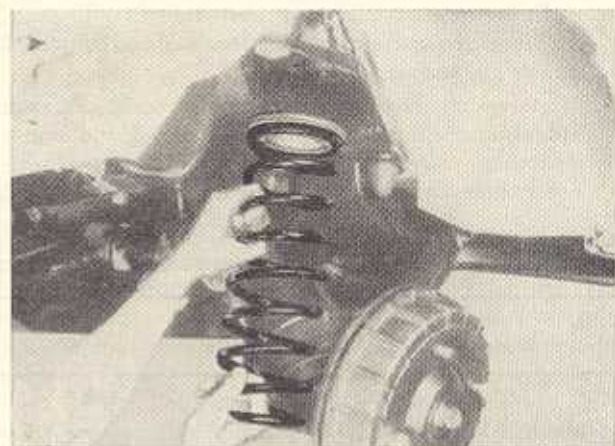
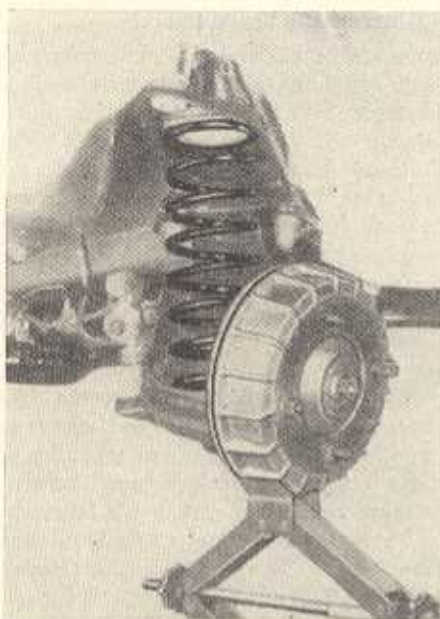

Bild F 82. Einsetzen der Hinterfeder mit Ring und Auflage
Bild F 83. Hinterfeder mit Scherewagenheber spannen
2. Auflage und Ring in oberes Federlager einsetzen und die ungespannte Hinterfeder einsetzen (Bild F 82). Das untere Federende muß auf einer parallelen Linie zur Schwenkachse des Lenkers außen liegen. Es ist wie bei der Vorderfeder auch bei der Hinterfeder darauf zu achten, daß beide Hinterfedern die gleiche Farbkennzeichnung (rot, gelb oder grün) entsprechend der Federkrafttoleranz besitzen (s. auch Abschnitt 5.3.6., Punkt 3). Mit Scherenwagenheber die Halbachse etwas anheben und somit die Feder spannen (Bild F 83).